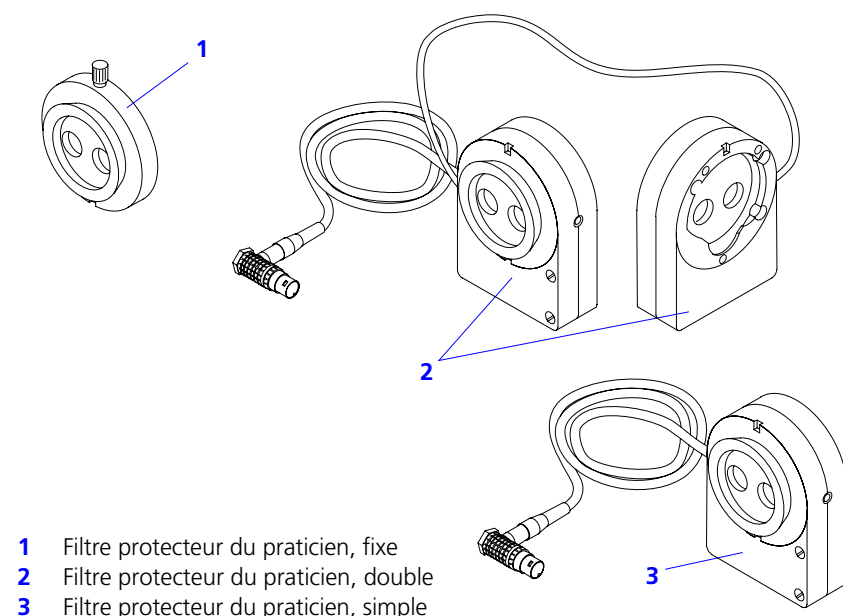

Fig. 37 Sonde intra-oculaire
- Sélectionnez le filtre protecteur du praticien que vous souhaitez utiliser "**Fixed**" (fixe, **1**, Fig. 37) ou "**Active**" (actif, **2** ou **3**, Fig. 37).